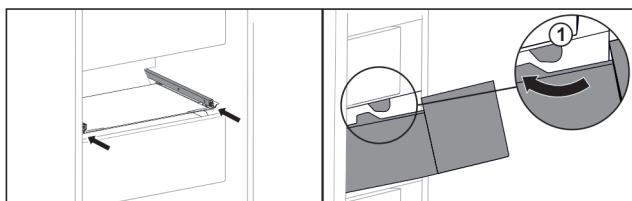

Fig. 125
- ▶ Ved'te zásuvku podél zarážek Fig. 125 (1).